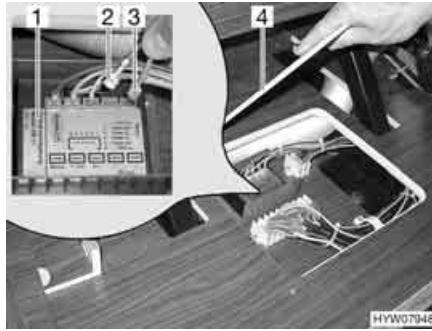

Fig. 84 Apparato di controllo per chiusura centralizzata nel blocco cucina
- Rimuovere la copertura (Fig. 84,4) dall'apparecchio di controllo.
- Nell'apparecchio di controllo (Fig. 84,1) estrarre i cavi "ZV+" (blu) (Fig. 84,3) e "ZV-" (marrone) (Fig. 84,2).